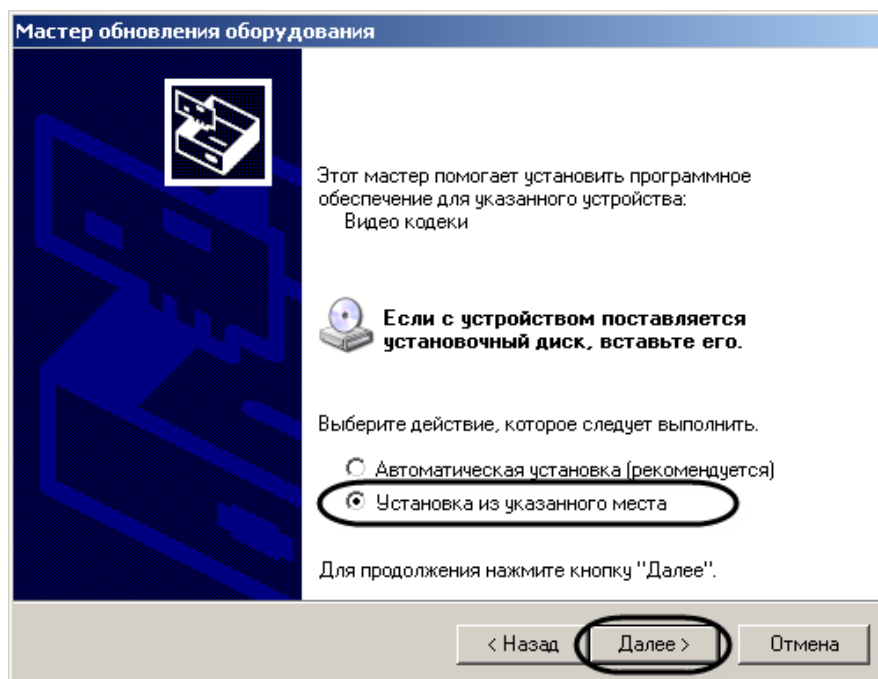

Рис. 2.1—9 Выбор переключателя «Установка из указанного места»
3. Выбрать пункт «Установка из указанного места», нажать кнопку «Далее» (Рис. 2.1—9).
4. В окне параметров поиска установить флажок «Включить следующее место поиска», нажать кнопку «Обзор». В окне «Обзор папок» указать путь к папке, содержащей драйвер для платы, и нажать кнопку «ОК». (Рис. 2.1—10).